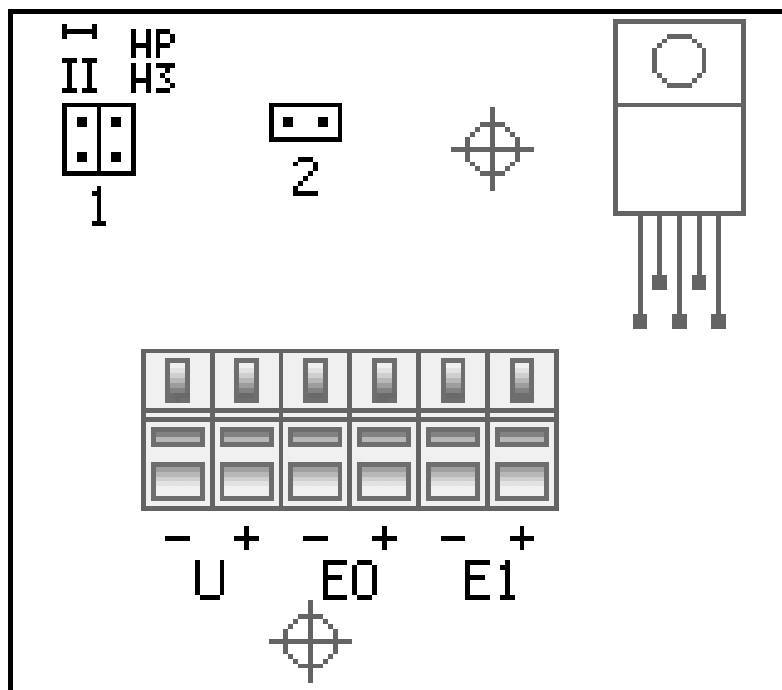

Рис. 5.13.
5.5.13. Расположение выводов AD02 и перемычек задания режима работы представлено на рис.5.13.